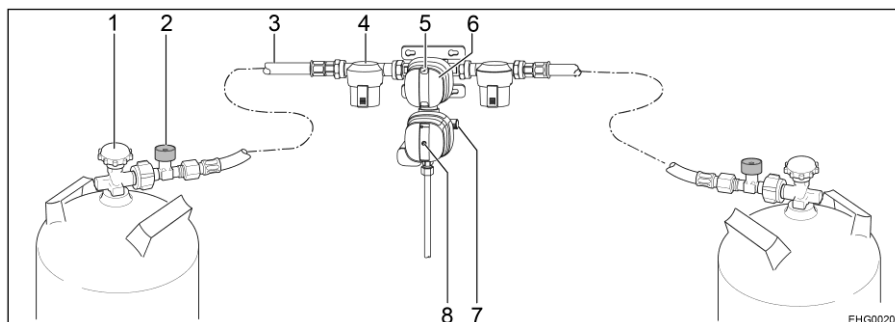

Bild 92 Säkerhetsgastryck-styrssystem DuoControl CS
DuoControl-styrsystemet består av en omkopplingsventil och en crashsensor. DuoControl-styrsystemet är monterat mellan högtrycksslangarna (Bild 92,3) med slangbrottssäkring (Bild 92,2). Med vredet (Bild 92,6) på omkopplingsventilen ställer du in vilken gasflaska som ska användas som driftflaska och vilken som ska användas som reservflaska.
I fönstret (Bild 92,5) visas gasförsörjningens status:
Crashsensor Crashsensorn stänger av gastillförseln vid kraftig vibration (t. ex. vid en krock). Den gula återställningsknappens (Bild 92,8) läge indikerar crashsensorns driftstatus:
- När den gula återställningsknappen (Bild 92,8) är intryckt är crashsensorn driftklar.
- När den gula återställningsknappen (Bild 92,8) sticker ut är crashsensorn **inte** driftklar. Idrifttagning, se nedan.
Slangbrottssäkring Slangbrottssäkring (Bild 92,2) stänger av gasflödet om den anslutna slangen går sönder. Slangbrottssäkring måste aktiveras genom att trycka på den gröna knappen.
- Med vredet (Bild 92,6) på omkopplingsventilen väljs gasflaskan, som ska prioriteras (driftflaska). Vrid alltid vredet till stoppläget.
- Öppna huvudavstängningsventilerna (Bild 92,1) på gasflaskorna.
- Tryck in slangbrottssäkringens gröna knapp (Bild 92,2) i cirka 5 sekunder. I fönstret (Bild 92,5) visas den gröna markeringen.
- Om crashsensorn har utlöst (den gula återställningsknappen (Bild 92,8) sticker ut):
Tryck in den gula återställningsknappen (Bild 92,8) hårt, vrid lätt medurs och håll den intryckt i 5 sekunder. Säkerställ att återställningsknappen stannar klar i det intryckta läget ("driftklar").
- Stäng huvudavstängningsventilerna (Bild 92,1) på gasflaskorna.
Om den gröna kontrolllampan (Bild 93,6) slocknar under drift och den röda kontrolllampan (Bild 93,5) tänds är driftflaskan tom och måste bytas ut. I fönstret (Bild 92,5) för gasflaskan visas den röda markeringen. Gasförbrukarna försörjs med gas från reservflaskan.
- Vrid vredet (Bild 92,6) till stoppläget i riktning mot den aktuella gasflaskan. Då blir denna gasflaska driftflaska och den tomma flaskan blir reservflaska. Markeringen i fönstret (Bild 92,5) växlar från rött till grönt.
- Stäng huvudavstängningsventilen (Bild 92,1) på den tomma gasflaskan. Beakta pilriktningen.
- Tryck på den gröna knappen på slangbrottssäkring (Bild 92,2).